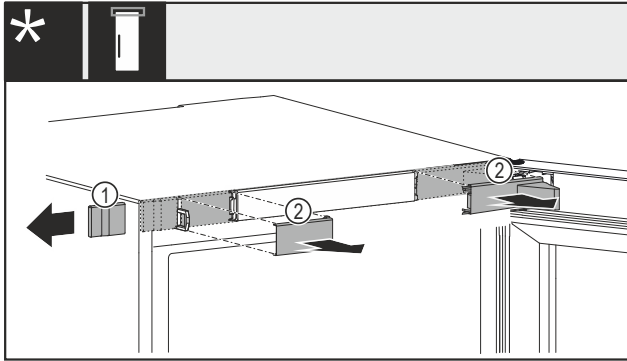

Fig. 14 Con serratura meccanica o elettrica*
- Rimuovere con cautela la copertura Fig. 14 (1) lateralmente.*
- Rimuovere con cautela le coperture Fig. 14 (2) in avanti.*